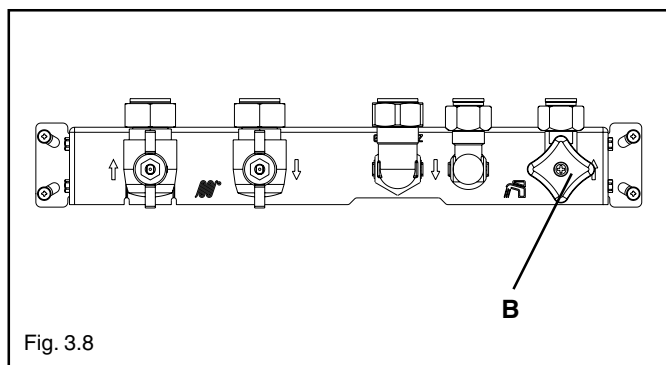

Fig. 3.8
- cerciorarse de que el grifo de entrada de agua fría situado en la plantilla esta abierto (B) - fig. 3.8
- abrir la llave de llenado del circuito (C) hasta que la presión indicada en el hidrómetro (D) se posiciona entre 1 y 1,5 bar.